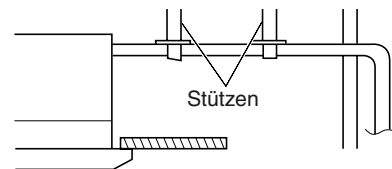

Abb. 3-42
- Beim Anbringen des Ablaufrohrs an der Einheitsseite nicht mit Gewalt vorgehen. Ebenso darf das Rohr nicht ohne Abstützung von der Anschlussstelle an der Einheit herabhängen. Das Rohr daher an einer Wand, einem Rahmen oder einer anderen Stelle so nah wie möglich zum Gerät befestigen. (Abb. 3-42)